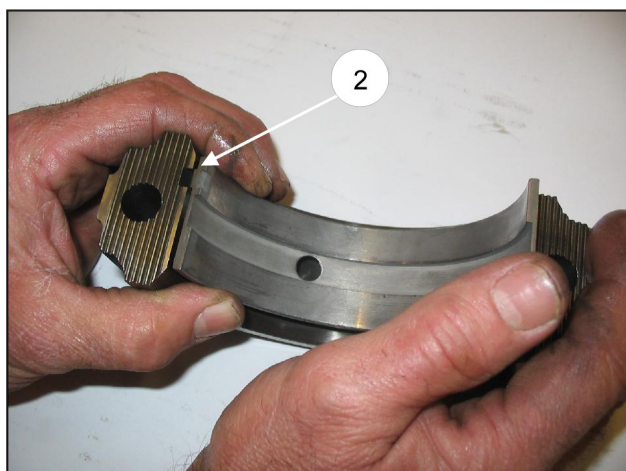

Abb. 6/a
Falls der Austausch der Pleuellstangen vorgenommen wurde, muss vor deren Montage zunächst die korrekte Position der O-Ringe überprüft (Pos. ①, Abb. 6/b) und diese bei Bedarf ausgetauscht werden.